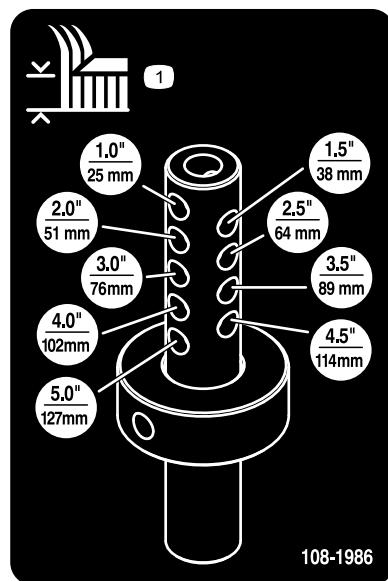

Bild 11
6. Fluchten Sie den Schnitthöhenstellring mit den gewünschten Schnitthöhenlöchern an der Schnitthöhenstange aus (Bild 11).